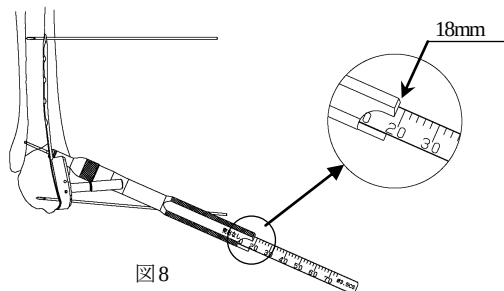

図8
- 8) 3.5 コーティカル用デプスゲージの先端フックを対側皮質に引っ掛け、スケールを読み取ります。(図8)